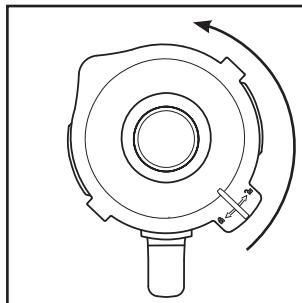

Fig. 1
- 1) Détachez le bol mixeur ③ tout droit vers le haut du bloc moteur ⑥.
- 2) Retirez le couvercle ② en le tournant dans le sens anti-horaire en direction de la position ↗ (voir fig. 1), jusqu'à pouvoir le retirer par le haut.
- 3) Remplissez le bol mixeur ③ au minimum jusqu'au trait inférieur de la graduation ① et au maximum jusqu'au repère MAX. Pour d'excellents résultats, nous recommandons les quantités maximales suivantes :
- 1) Détachez le bol mixeur **③** du bloc moteur **⑥**. Pour une meilleure stabilité, retirez le couvercle **②** en le tournant dans le sens anti-horaire en direction de la position ↗ (voir fig. 1), jusqu'à pouvoir le retirer par le haut.